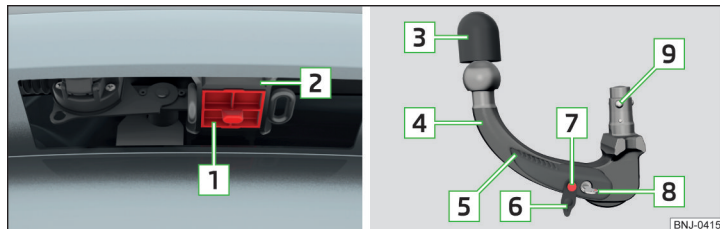

Fig. 232 Suportul dispozitivului de tractare/tija cuplei
Suportul dispozitivului de tractare și tija suplei sferice » fig. 232
- Scoateți masca pentru locașul de fixare **1** trăgând în jos » fig. 232 la pagina 198.
- Introduceți capacul de protecție **1** » fig. 232 la pagina 198 pe locul de fixare.